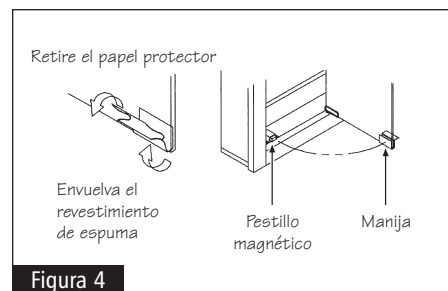

Figura 4
- 5** Retire el papel protector del revestimiento de espuma y colóquelo alrededor del borde inferior de la puerta, alineándolo con el borde que esté más alejado de la bisagra. Vea la figura 4.
- 6** Inserte la manija en el revestimiento de espuma, teniendo cuidado de que quede alineado con el borde de la puerta. Vea la figura 4.